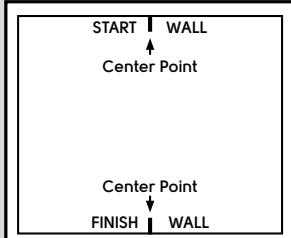

Figure. 1
- Agencement du motif : mesurez pour déterminer le milieu de la pièce sur le mur de départ et le mur final (Figure 1).